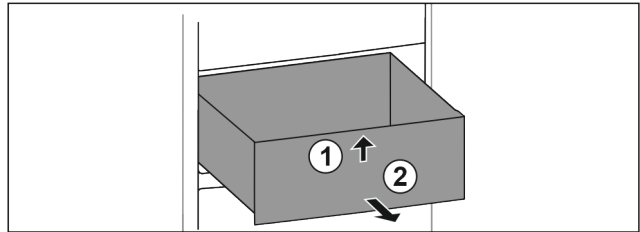

Fig. 23
- ▶ Soulever la partie avant du tiroir. Fig. 23 (1).
- ▶ Retirer le tiroir par l'avant. Fig. 23 (2)